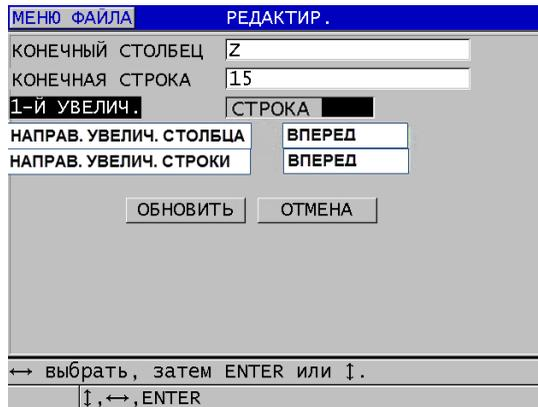

Рис. 11-19 Экран редактирования сеточного файла
4. Для файла с координатной сеткой выберите **ПРОДОЛЖИТЬ**. На второй странице диалогового окна **РЕДАКТИР.** выполните следующие действия (см. Рис. 11-19 на стр. 210):